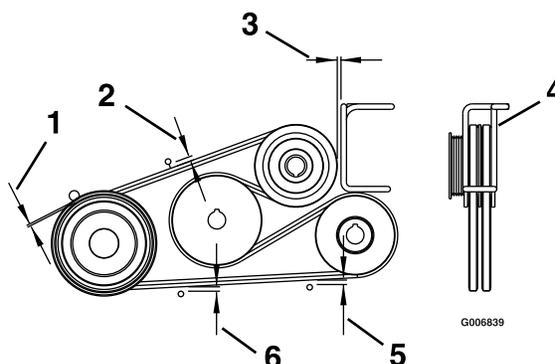

Figura 63
4. Regolate i guidacinghia come mostrato in Figura 63